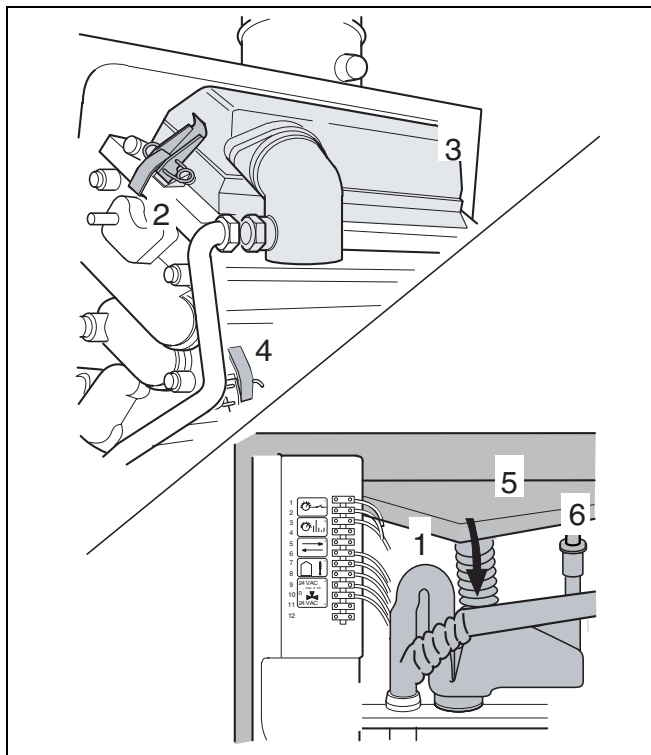

Fig. 37 Rimuovere copertura e piastra di condensa
- Svitare entrambi i fermagli di fissaggio (fig. 37, pos. 2) dalla copertura del bruciatore e rimuovere la copertura del bruciatore e il bruciatore stesso (fig. 37, pos.3).
- Estrarre il sifone dalla piastra di condensa (fig. 37, pos. 1).
- Allentare il collegamento al bypass di condensa (fig. 37, pos. 6).
- Allentare il fermaglio di fissaggio (fig. 37, pos. 4) della piastra di condensa e rimuovere la piastra di condensa (fig. 37, pos. 5).